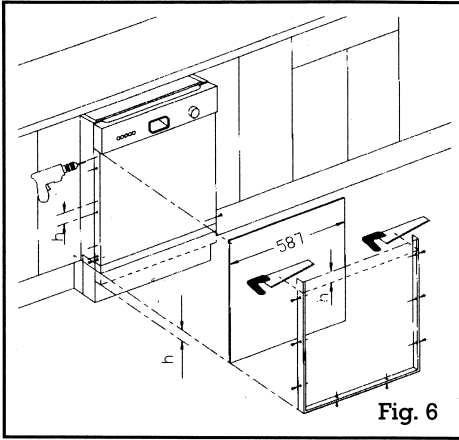

Fig. 6
- 1.- Den Türrahmen des Geschirrspülers abnehmen, indem die Schrauben gemäß der Abb. 6 gelöst werden.